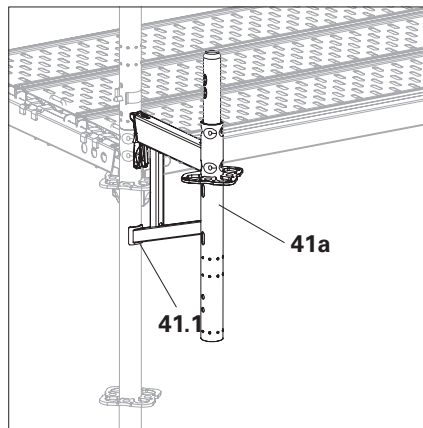

Fig. A6.02
1. Agganciare la mensola (**41a**) alla rosetta del montante verticale o del montante di testa perpendicolarmente all'impalcatura. L'appoggio inferiore (**41.1**) deve essere a contatto con il tubo verticale. (Fig. A6.02)